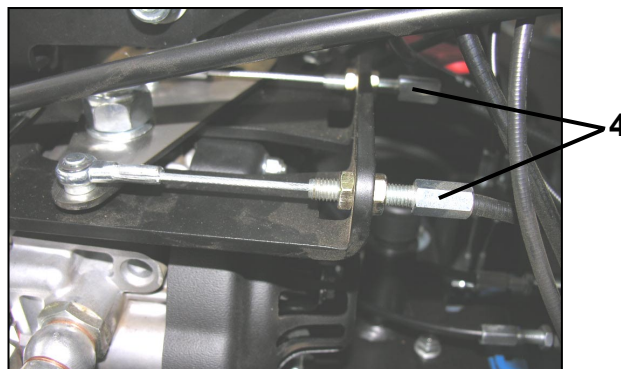

fig.6/4
- 3 - Einstellung Gasschaltseil (Abb.6/3)
- 4 - Einstellung Seil Schaltknopf vorwärts/rückwärts (Abb.6/4)
- 5 - Einstellung des Motor-Stoppseils (Abb.6/3)
- 6 - Einstellung der Motorendrehzahl (Abb.6/3) (siehe spezifische Motoranleitung)